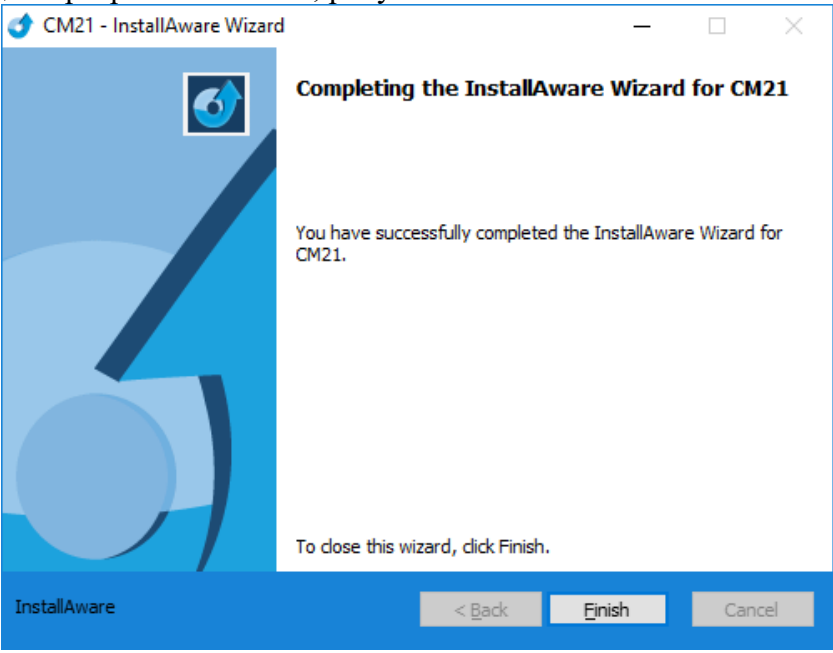

Рисунок 51
14. В открывшемся окне необходимо нажать кнопку «Finish», для завершения инсталляции программы «cm21», рисунок 51.